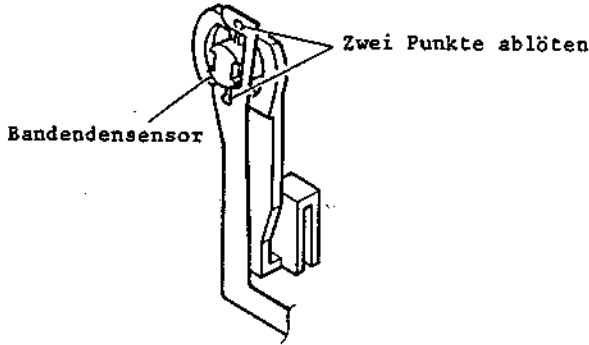

Abb. 2-48 Ausbau des Bandensensors
2. Den Bandendensensor an zwei (2) Stellen ablösen (siehe Abb. 2-48).